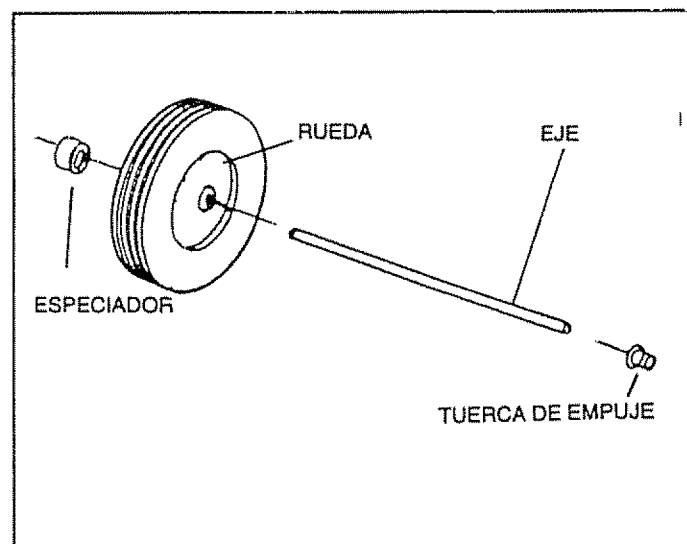

FIG. 1
- Comenzando en la otra terminación del eje, deslizar una rueda (cubo salido posicionado hacia adentro) contra la tuerca de empuje, luego deslizar un espaciador (Fig. 1).